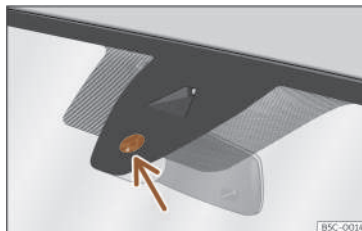

Fig. 98 Superficie sensibile del sensore pioggia.
Di seguito sono riportate alcune delle possibili cause di anomalia e di interpretazione scorretta *nella zona della superficie sensibile* >>> **fig. 98** del sensore pioggia:
- **Sporczia:** la polvere asciutta, la cera, il rivestimento dei vetri (effetto loto) o i resti di detergente (tunnel di lavaggio) possono ridurre l'efficacia del sensore pioggia o far sì che reagisca in ritardo, più lentamente o che non funzioni. Pulire regolarmente la superficie sensibile del sensore pioggia >>> **fig. 98** (freccia) e verificare la presenza di eventuali danni sulle spazzole.